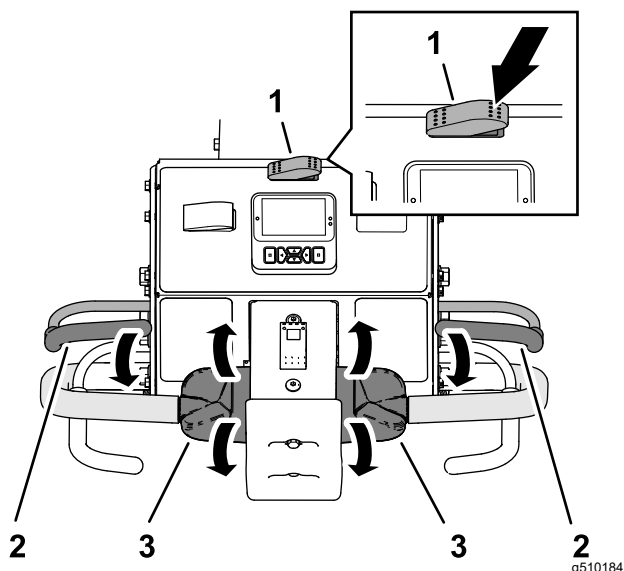

Figure 80
3. Appuyez sur le côté droit de la commande de transport/aération pour la placer à la position AÉRATION (Figure 80).
5. Serrez la barre de présence de l'utilisateur contre la poignée droite ou gauche du timon (Figure 80).